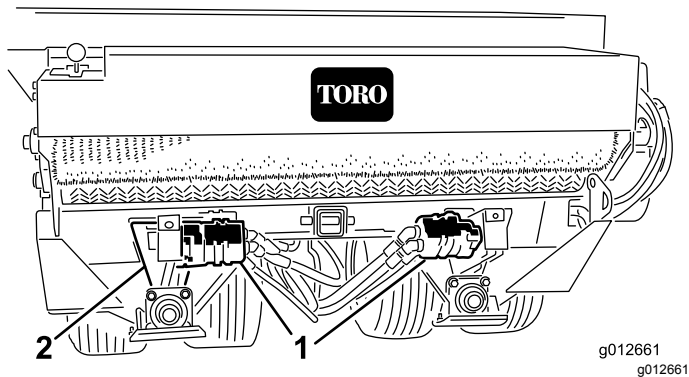

Figura 17
2. Allentate i bulloni a testa tonda e i dadi che fissano il motore idraulico/la pompa al supporto dell'assale (Figura 17).
3. Ruotate il gruppo ruota dentata del motore (Figura 17) fino a quando la catena di trasmissione delle ruote non si flette di 3,2 mm.